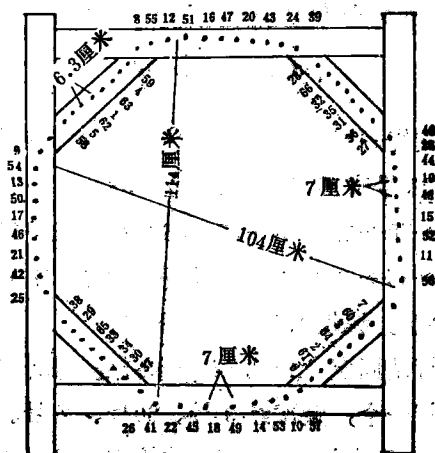

图9 制网架
1. 大蚕网编制木架的准备 按图9规格用木料做成大蚕网架, 并按图上注明的号数位置在蚕架木钉旁标写清楚。